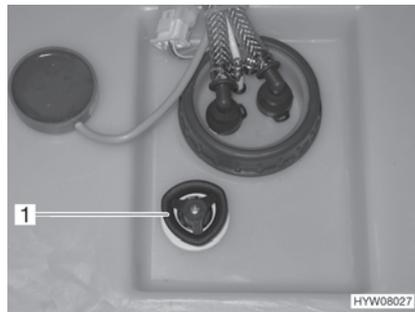

Fig. 112 Serbatoio dell'acqua con maniglia girevole
- Sul serbatoio dell'acqua, ruotare la maniglia girevole (Fig. 112,1) in senso orario fino all'arresto.
- Sul serbatoio dell'acqua, ruotare la maniglia girevole (Fig. 112,1) in senso antiorario fino all'arresto. L'acqua fuoriesce fino a ca. 20 litri.